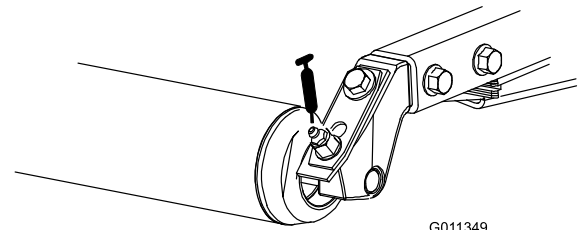

Bild 49
- Hintere Rollenlager (2 pro Mähwerk) (Bild 49)